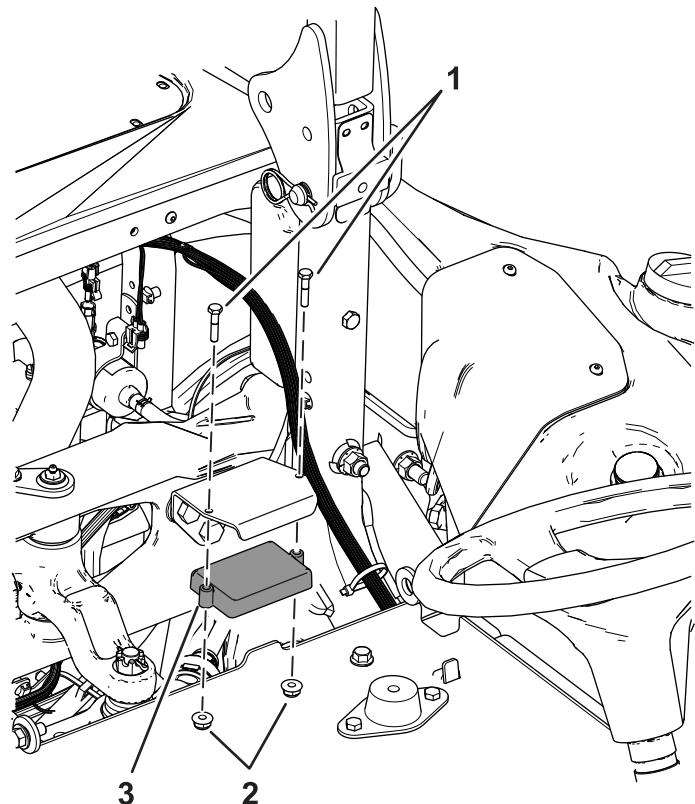

图 4
5. 用 2 个螺栓 $\frac{1}{4} \times 1\frac{1}{4}$ 英寸和 2 个螺母 $\frac{1}{4}$ 英寸将传感器安装到传感器支架请参阅图 4。